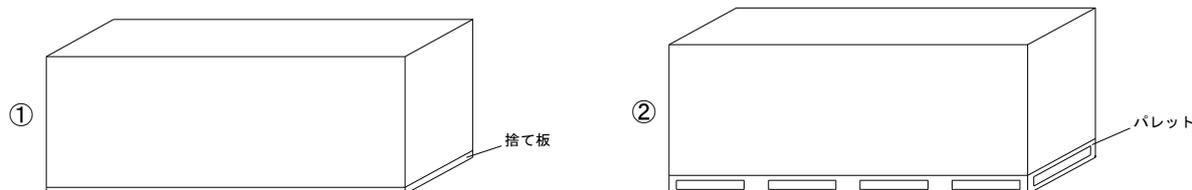

図 1 タイガーEX プログレ保管概略図
- ・タイガーEX プログレの保管は、波打ちや反りを防止するため高さのそろった台上にボードの縁が台からはみ出ないようにしてください (図 1 参照)。また、各山の一番上のボードは裏面を上面とし、タイガーEX プログレを屋外で保管する場合は、必ずパレット積みとしてください。